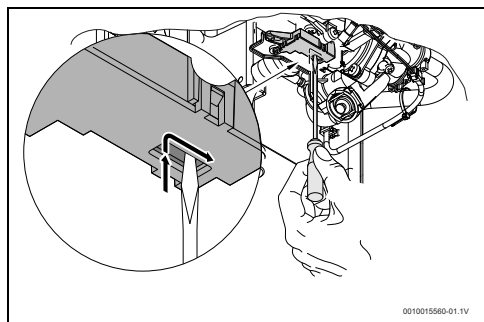

Fig. 28 Remettre le micro-interrupteur en place
- ▶ Positionner le micro-interrupteur selon la figure 28.